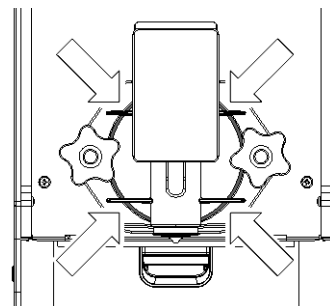

figura 29
- 1 **Una vez por día:** controle el distribuidor y verifique que no haya pérdidas de producto a través de la junta del grupo grifo. Si se detectan pérdidas, verifique en primer lugar que los componentes estén colocados correctamente; a continuación, verifique que la junta no sea defectuosa y no esté desgastada; de ser así, sustitúyala con un repuesto original del fabricante. (ver figura 29)